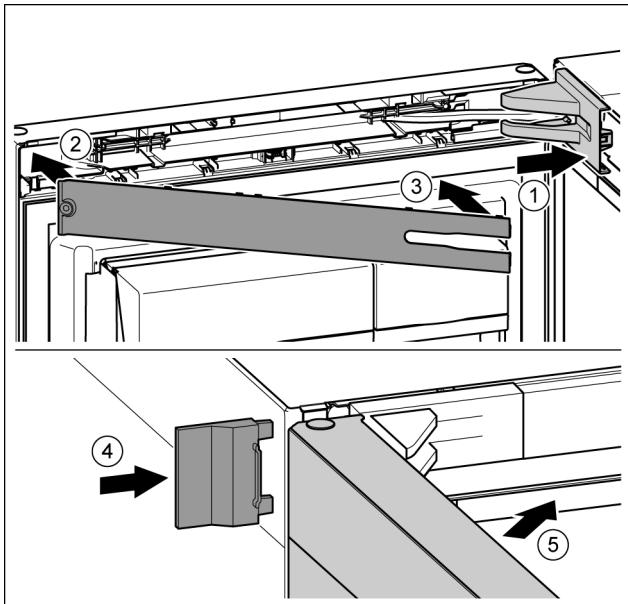

Fig. 43
- Lagerbockabdeckung aufsetzen und einrasten, ggf. vorsichtig auseinanderdrücken. Fig. 43 (1)
- Blende aufsetzen. Fig. 43 (2)
- Blende einschwenken und einrasten. Fig. 43 (3)
- Äußere Abdeckung aufschlieben. Fig. 43 (4)
- Obere Tür schließen. Fig. 43 (5)